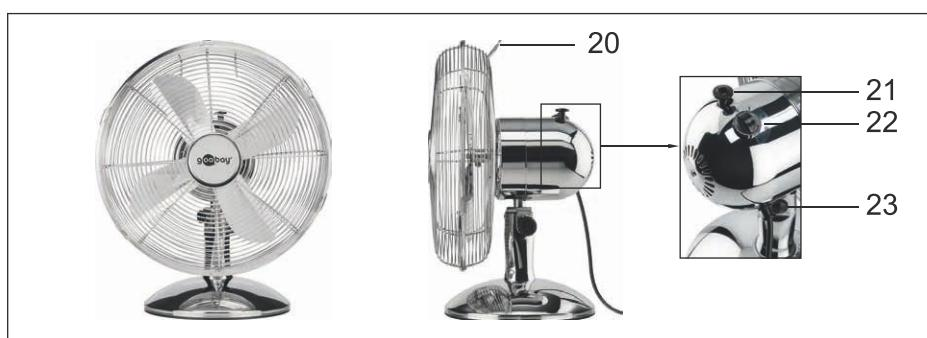

Fig.65: Færdigmonteret ventilator
1. Tag fat i ventilatoren ved håndtaget (fig. 65, nr. 20), og stil den på et støvfrit, stabilt og vandret underlag.
4. Løsn hældningsindstillingsskruen (fig. 65, nr. 23).
Ventilatorstyrken kan indstilles i 3 trin ved at dreje på drejekontakten (fig. 65, nr. 22):
TIL: Tryk stiften til rotationsindstilling (19, fig. 65) ind i motorhuset.